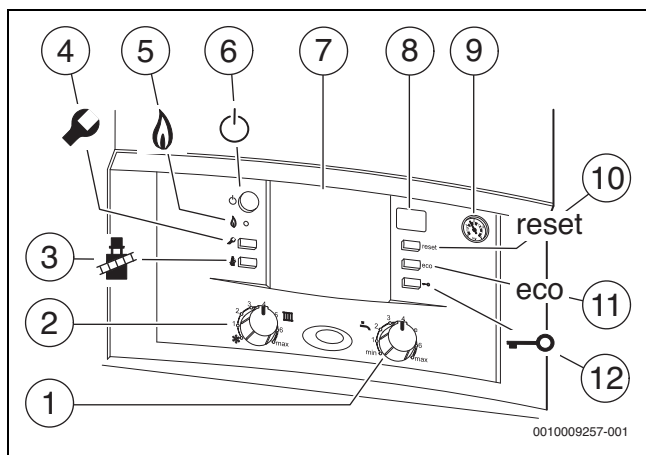

Fig. 6 Vista general del frontal de mandos
- Unidad de mando integrada en el aparato por control de sonda exterior (→fig. 6)